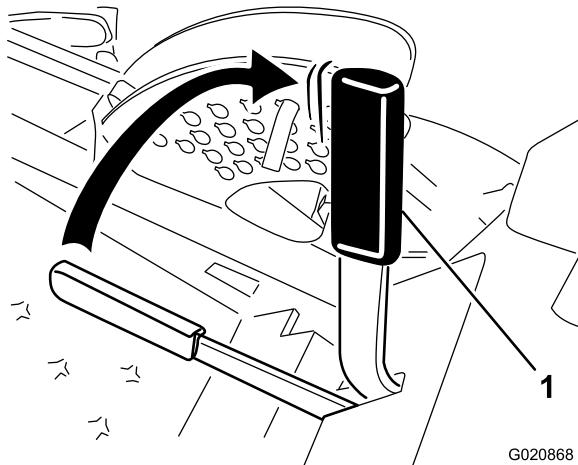

Figura 13
- Puxe para cima e para trás a alavanca do travão de mão para aplicar o travão de mão (Figura 13).